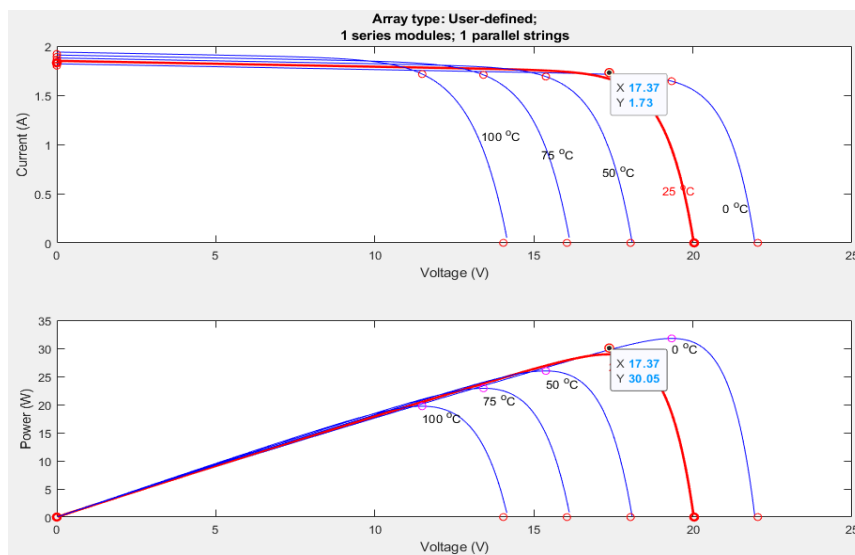

Fig. 54. Manera de visualizar los datos de las gráficas obtenidas.
5. Ubique el cursor del ratón en los círculos rojos y de clic izquierdo en cada uno de ellos para mostrar los datos que muestra, estos círculos indican los puntos de potencia máxima del panel solar, cada uno asignado para cada distinto valor de temperatura. Ver **Fig. 54**.